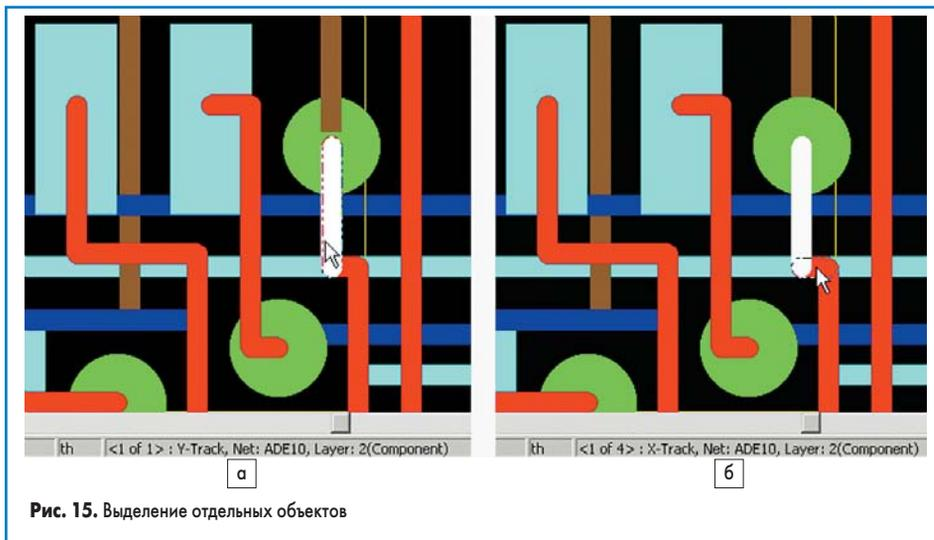

Рис. 15. Выделение отдельных объектов
3. Наведем указатель мыши на один из сегментов цепи, как показано на рис. 15а, и выполним щелчок левой кнопкой мыши.
4. Сдвинем указатель мыши немного в сторону, как показано на рис. 15б, чтобы под ним оказалось сразу несколько объектов. Обратите внимание, что в нижней части экрана в строке состояния появилась надпись <1 of 4> : X-Track, Net: ADE10, Layer; 2 (Component), означающая, что в данный момент под указателем мыши находятся четыре разных объекта, а к выбору готов первый из них — сегмент цепи ADE10, расположенный на верхнем слое Component.